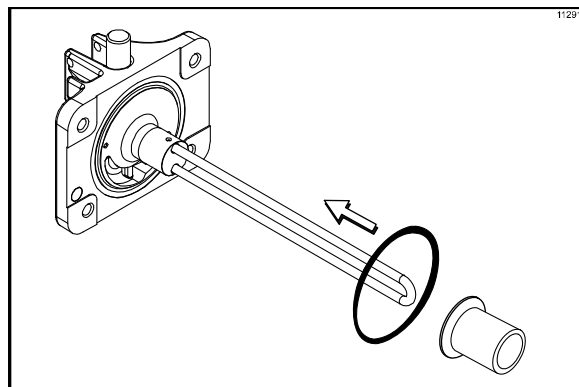

Рисунок 137
9. Соберите дверь фризера. Установите уплотнение двери в проточенную канавку на задней части двери фризера. Наденьте передний подшипник на направляющий стержень так, чтобы конец с фланцем находился напротив двери. ЗАПРЕЩАЕТСЯ смазывать уплотнение или подшипник. (См. рис. 137)